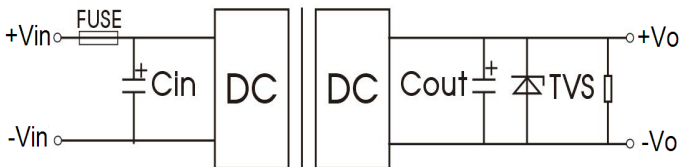

图 1
- (1)产品测试及应用时,请按照(图1)推荐的测试电路进行;至少保障外接一个电解电容 $C_{in}(\geq 220\mu F)$ ,用于抑制输入端可能产生的浪涌电压。
- (2)如果产品输入端并联瞬变能量较大的电路(如并联电机驱动电路),或会导致产品输入电压被拉低,此时关注产品输入电压的波动,建议适当增大输入端电解电容 $C_{in}$ 的容值,以保障输入端电压稳定,避免输入电压低于欠压保护点导致产品重复启动的情况。
- (3)如果产品输出端为感性负载时(如继电器,电机),建议在容性负载规格内增大输出电容 $C_{out}$ 容值,并增加TVS管,用以滤除电压尖峰。
- (4)如需进一步减少输入输出纹波,可适当加大外接电容 $C_{in}, C_{out}$ 容值或选用串联等效阻抗值小的外接电容,外接电容 $C_{out}$ 容值不能大于产品的最大容性负载。